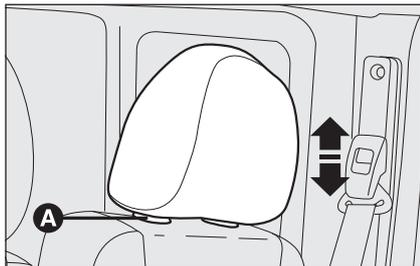
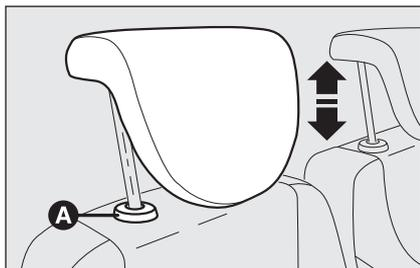

рис. 33
рис. 34
- нажать кнопки **А-рис. 33** или **А-рис. 34** и опустить подголовник.